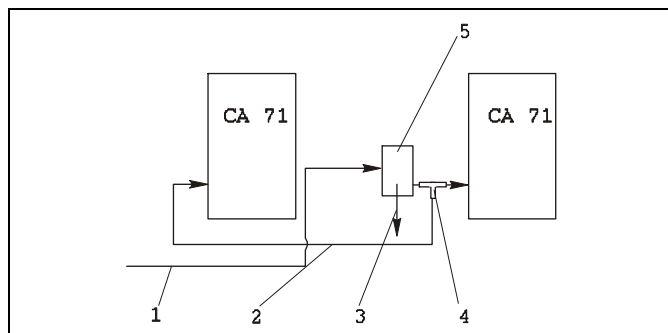

Рис. 13: Пример установки
- Расстояние между анализаторами минимально возможно: длина линии пробоотбора между Т-образным участком и вторым анализатором (Рис. 13, позиция 2) составляет менее 1.5 м